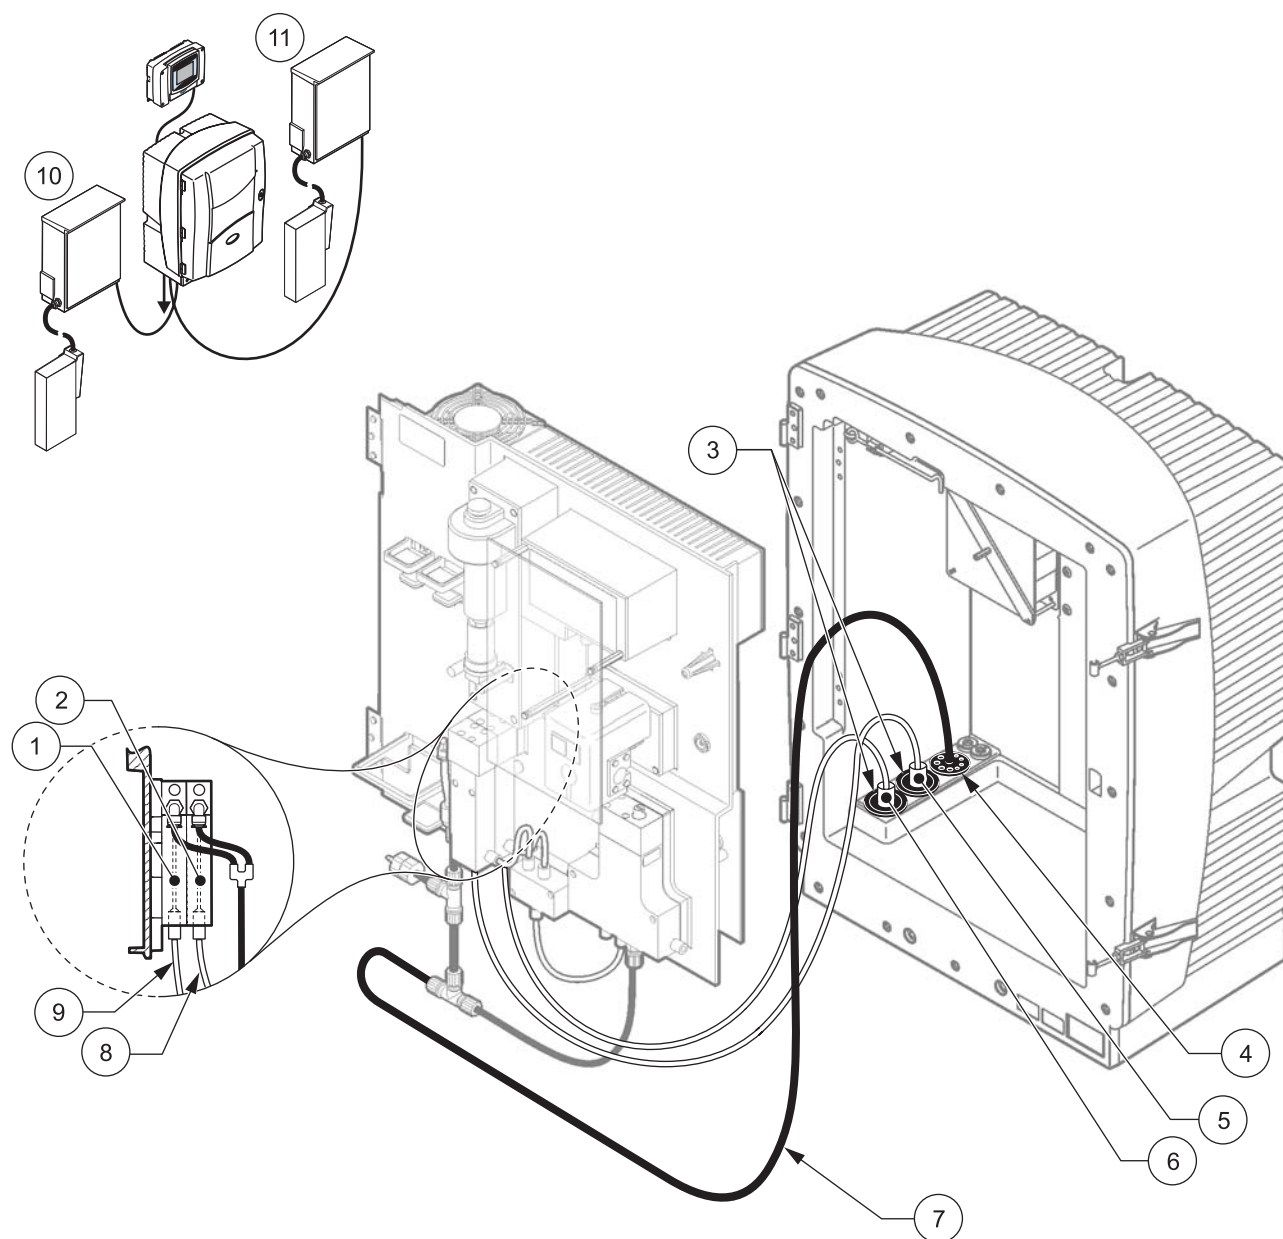

图 31 选项 9a 设置
请参考图 31 以及选项 9a 的以下说明：
2. 通过分析器从 FILTRAX 1 引出加热的软管（图 31，项目 6）。使用 1 号密封塞加固。